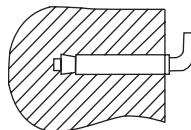

Рис. 7
2. Определите точки для отверстий под распорные болты с крюками (определяются в соответствии со спецификацией прибора, который вы выбрали). Просверлите в стене два отверстия соответствующей глубины с использованием сверла, подходящего по размеру под распорные болты, прилагаемые к водонагревателю, вставьте винты, поверните крюк вверх, плотно затяните гайки и затем повесьте электрический водонагреватель на эти крюки [см. Рис.7].